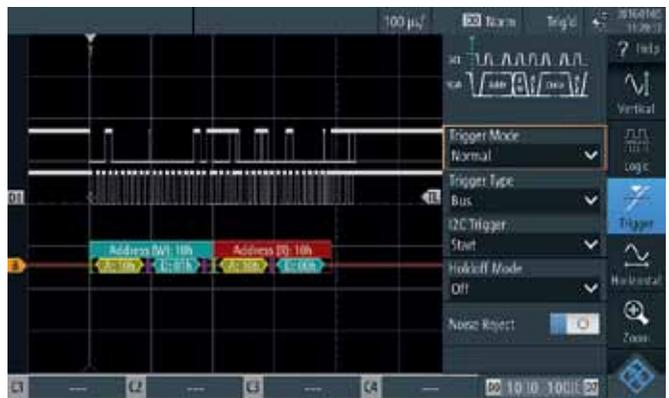

Рис.6. Интерфейс прибора R&S Scope Rider в режиме логического анализатора
- логический анализатор с восемью дополнительными цифровыми каналами (рис.6);